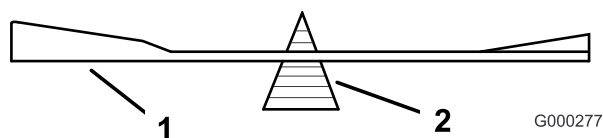

Figura 68
2. Verifique o equilíbrio da lâmina colocando-a num equilibrador de lâminas (Figura 68). Se a lâmina ficar na horizontal é porque está equilibrada e pode ser utilizada. Se a lâmina não estiver equilibrada,